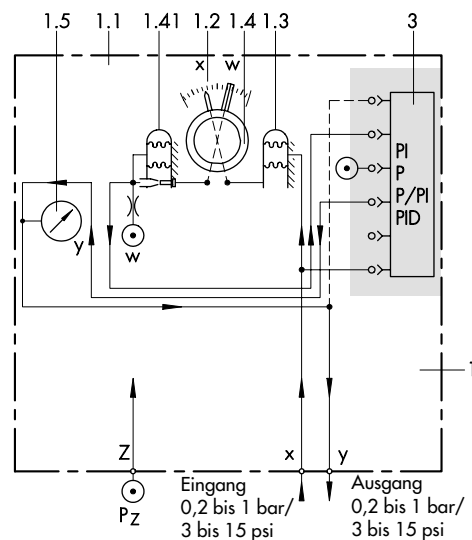
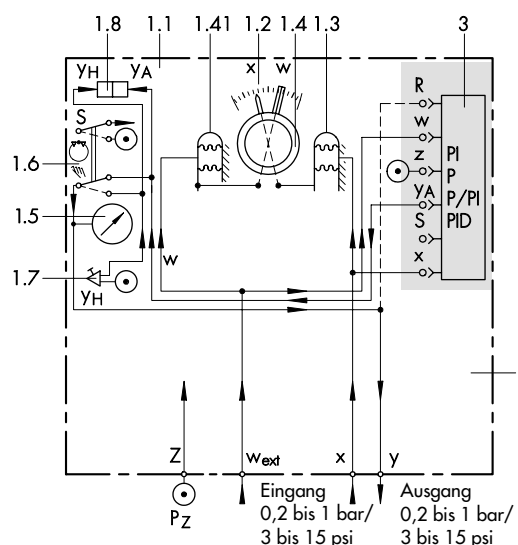
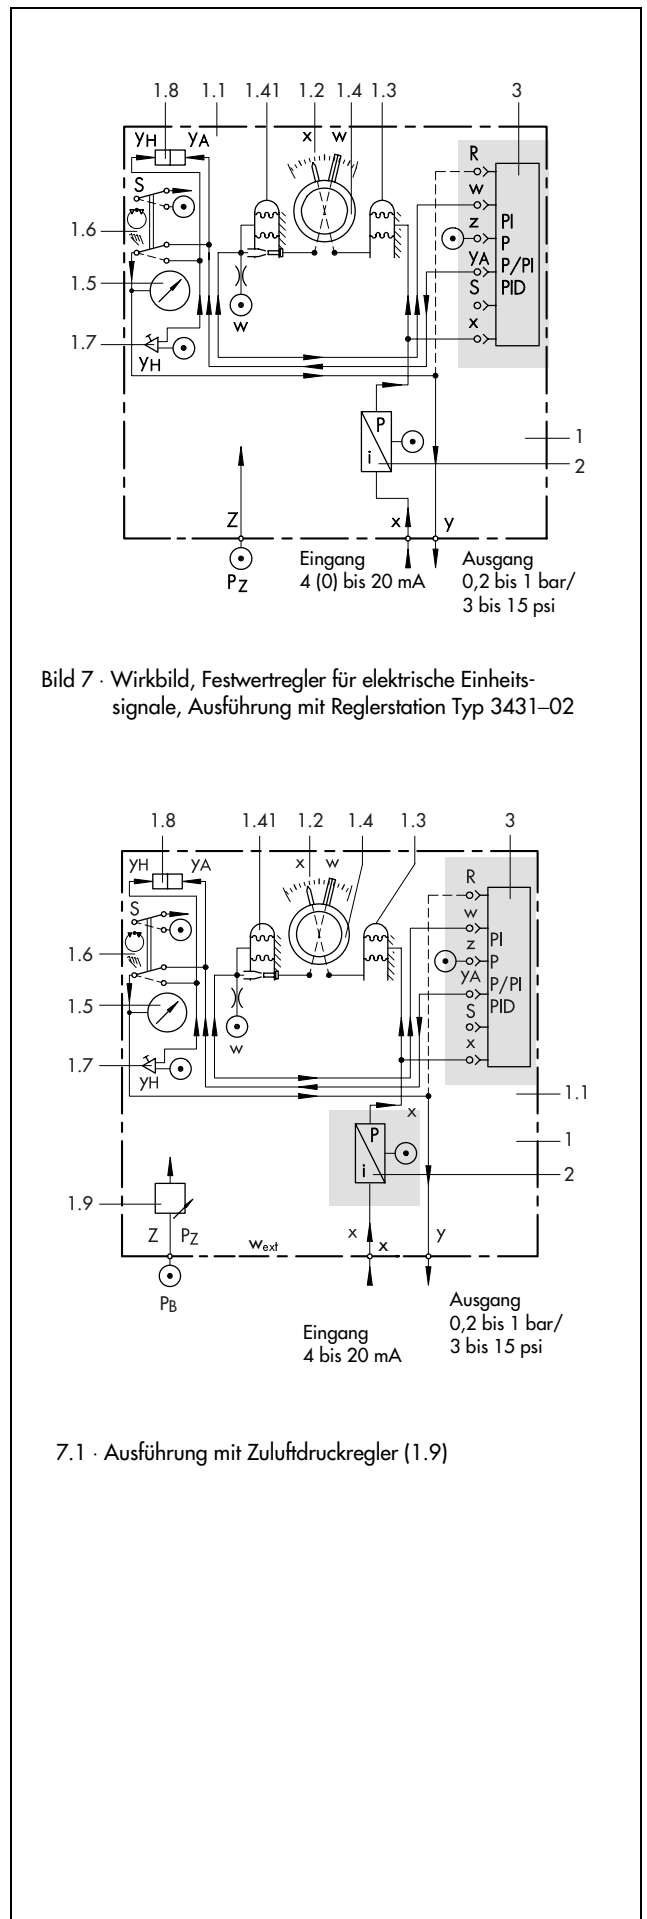

Bild 4 · Wirkbild, Festwertregler für pneumatische Einheitssignale, Ausführung mit Reglerstation Typ 3431-01
Bild 5 · Wirkbild, Folgeregler für pneumatische Einheitssignale und pneumatischem Eingang für w_{ext} , Ausführung mit Reglerstation Typ 3431-04
Bild 7 · Wirkbild, Festwertregler für elektrische Einheits-signale, Ausführung mit Reglerstation Typ 3431-02
Die in Bild 4 dargestellte Reglerstation (Festwertregler mit pneumatischem Eingang) enthält Skala (1.2), Istwertanzeige (1.3), Sollwertesteiler (1.4) und Steckverbindungen zur Aufnahme eines Reglerbausteins (3). Beim Herausziehen des Bausteins werden die pneumatischen Steckverbindungen dicht abgeschlossen. Das Istwertersignal x erzeugt an dem Balg-Meßsystem der Istwertanzeige (1.3) einen Ausschlag, der über ein Zeigerwerk auf den Zeiger übertragen wird. Der Sollwert (Führungsgröße w) ist von vorne an der Skala (1.2) einstellbar. Die Stellung des Sollwertesteilers (1.4) wird über ein Zeigerwerk auf den Sollwertgeber übertragen. Dieses Nachlaufsystem (1.41) formt den eingestellten Sollwert in ein pneumatisches Sollwertersignal (w) um, das dem Reglerbaustein zugeführt wird. Der Reglerbaustein vergleicht Istwert- und Sollwertersignal (x und w) und steuert in Abhängigkeit von der Regelabweichung und den eingestellten Regelparametern das Stellsignal y_A aus. Das Stellsignal ist mit der Stelldruckanzeige (1.5) und dem Ausgangsanschluss y verbunden.
Die in Bild 5 gezeigte Reglerstation (Folgeregler mit pneumatischem Eingang) entspricht weitgehend der Ausführung nach Bild 4. Sie enthält jedoch zusätzlich einen Hand-/Automatik-Schalter (1.6), einen Einsteller für Handbetrieb (1.7) und eine Differenzdruckanzeige (1.8). Stelldruckanzeige (1.5) und Ausgangsanschluss y sind bei Schalterstellung AUTOMATIK mit dem Automatik-Stellsignal y_A und bei Schalterstellung HAND mit dem am Einsteller (1.7) eingestellten Hand-Stellsignal y_H verbunden. Eine stoßfreie Umschaltung von Hand- auf Automatikbetrieb ist möglich, wenn der Differenzdruckanzeiger die Übereinstimmung von y_A und y_H anzeigt. Bei allen Folgereglern entfällt der Sollwertesteiler (1.4), der durch eine Sollwertanzeige ersetzt wird. Die hier gezeigte Ausführung hat einen pneumatischen Eingang für die externe Führungsgröße w_{ext} .
Die Ausführung mit i/p-Umformer (Bild 7) eignet sich für den Anschluss an elektrische Eingangssignale (Regelgröße x) von 4 bis 20 mA oder 0 bis 20 mA. Hierbei wird das Einheitssignal eines Messumformers dem i/p-Umformer (2) zugeführt und in ein pneumatisches Einheitssignal von 0,2 bis 1 bar umgeformt. Die Reglerstationen entsprechen weitgehend den in Bild 4, 5 und 6 gezeigten Ausführungen. Sie enthalten jedoch zusätzlich einen i/p-Umformer (2). Sein Ausgangssignal wird dem Balg-Messsystem der Istwertanzeige (1.3) und dem Reglerbaustein (3) zugeführt. Folgeregler mit elektrischem Eingang $w_{ext} = 4$ bis 20 mA oder 0 bis 20 mA haben einen zusätzlichen i/p-Umformer.